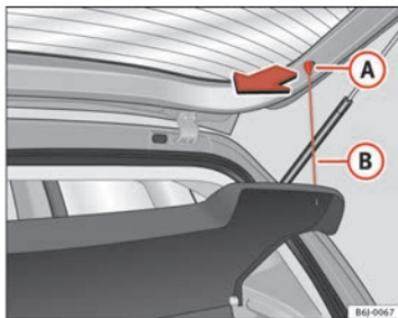

Abb. 86 Hutablage
- Hängen Sie die Stäbe ⇒ Abb. 86 (B) aus den Aufnahmen (A) aus.